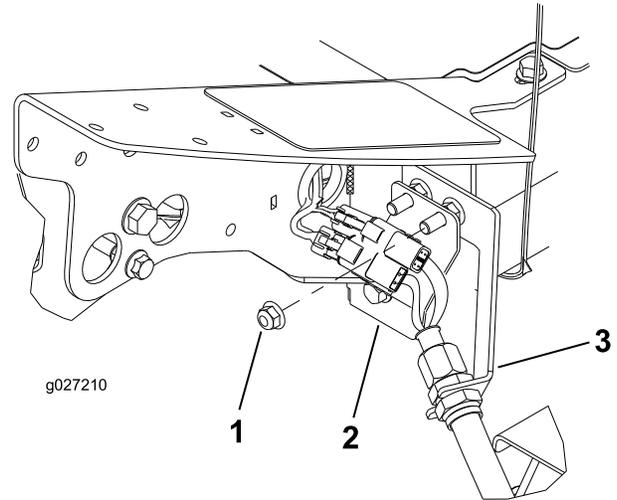

Figura 11
1. Motore principale del cilindro 2. Bullone di fissaggio (2)
- Inserite la piastra del connettore sui bulloni di montaggio di supporto con i connettori posizionati come illustrato in Figura 11.
- Nell'angolo anteriore sinistro del telaio (posizione dell'apparato di taglio n. 4) togliete il dado a testa flangiata aggiuntivo sul bullone che fissa la staffa di supporto alla macchina (Figura 11).